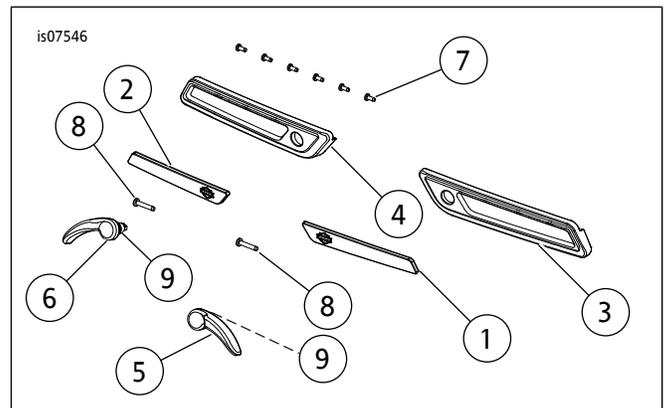

图2. 维修零件：铰链盖和杆套件
参见图2和表1。
1. 参见图2。使用水与异丙醇的等量混和剂清洁面板(4)上的反光片安装表面。待其完全晾干。